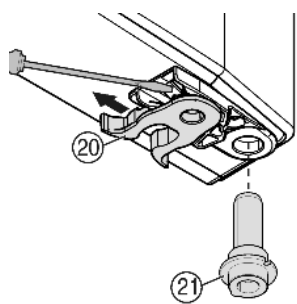

Fig. 9
- ▶ Flytta fjäderklämman Fig. 9 (20): tryck ned spärrklacken och dra ut fjäderklämman över denna.
- ▶ Dra ut lagerbulten Fig. 9 (21) ur dörrbussningen och sätt in den tillsammans med brickan på den motsatta sidan. Spärrklacken måste peka mot dörrrens insida och spåret mot utsidan.
- ▶ Vrid in dörren och sätt in lagerbulten Fig. 9 (21) i lagerbocken. Vrid ev. lagerbulten så att den kan gå i lås.